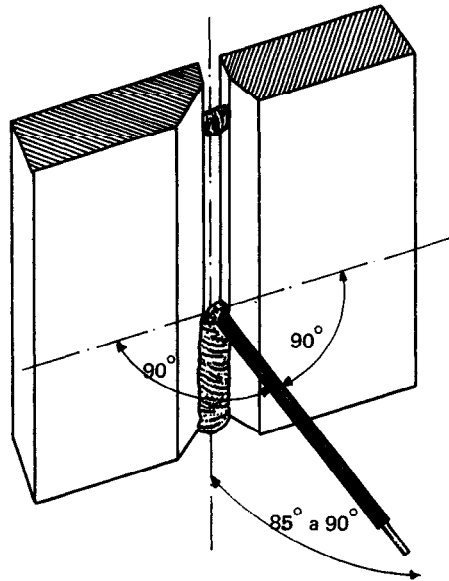

Figura 2.126
- a) Incline el electrodo (Figura 2.126).